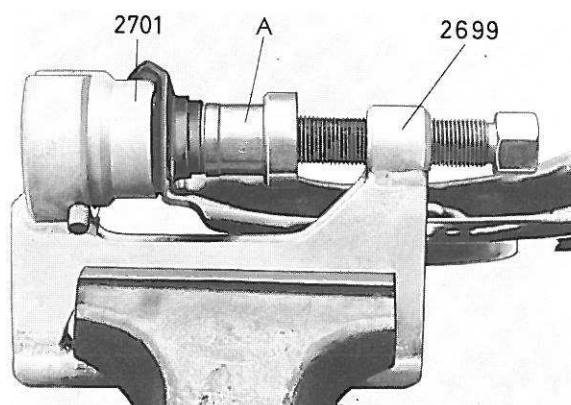

Figure 36. Démontage des bagues, triangle inférieur de commande
- Fixer l'outil-presse 2699 dans un étau. Enlever la rondelle et, sur le nouveau modèle, même le joint caoutchouc et la douille d'écartement. Extraire les bagues avec un mandrin (A, figure 36) et l'outil d'appui 2701. Disposer les outils comme indiqué sur la figure 36. Bien entendu, les bagues doivent être extraites en les poussant vers leurs brides.